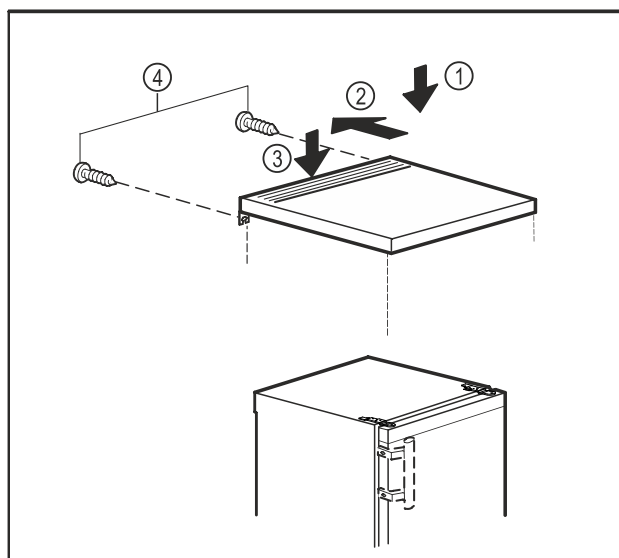

Fig. 10
- ▶ Legg bordplaten på apparatet. Fig. 10 (1)
- ▶ Skyv bordplaten bakover. Fig. 10 (2)
- ▶ Trykk ned bordplaten bak. Fig. 10 (3)
- ▶ Skru fast skruene på baksiden. Fig. 10 (4)